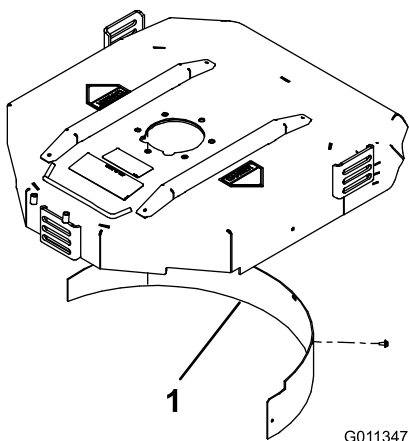

Figure 19
- Montez le déflecteur de mulching dans l'ouverture arrière et fixez-le avec 5 boulons à embase (Figure 19).